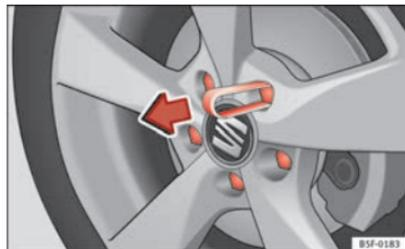

Fig. 134 Extrair a tampa do parafuso da roda
- Aplique o grampo de plástico na tampa até que os entalhes de retenção interiores do grampo toquem no casquilho da tampa remova-a ⇒ Fig. 134.